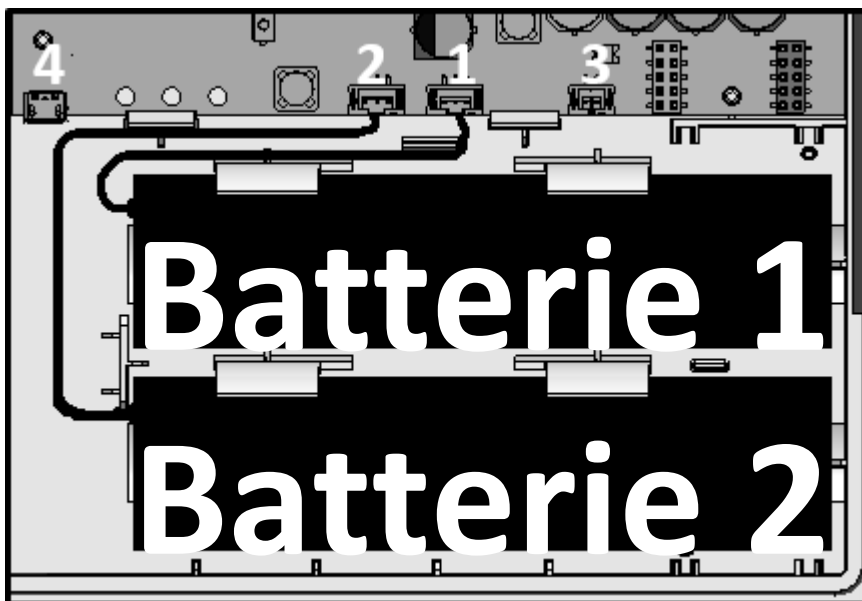

Abb. 1 Gateway Innenansicht (Ausschnitt)
- Stecker der Batterie(n) in die entsprechende Buchse drücken (siehe Bild 1).